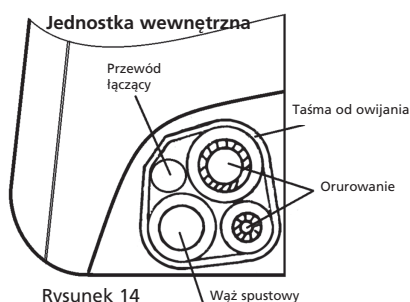

Rysunek 13
- b. Część wewnętrzna: Zamocować nakrętkę obrotową ręcznie do rury jednostki wewnętrznej i dokręcić nakrętkę kluczem płaskim i kluczem dynamometrycznym, jak pokazano na rys. 13.
- c. Część zewnętrzna: Zamocować nakrętkę obrotową ręcznie do złączki zaworu jednostki zewnętrznej i dokręcić nakrętkę kluczem płaskim i kluczem dynamometrycznym, jak pokazano na rys. 13.